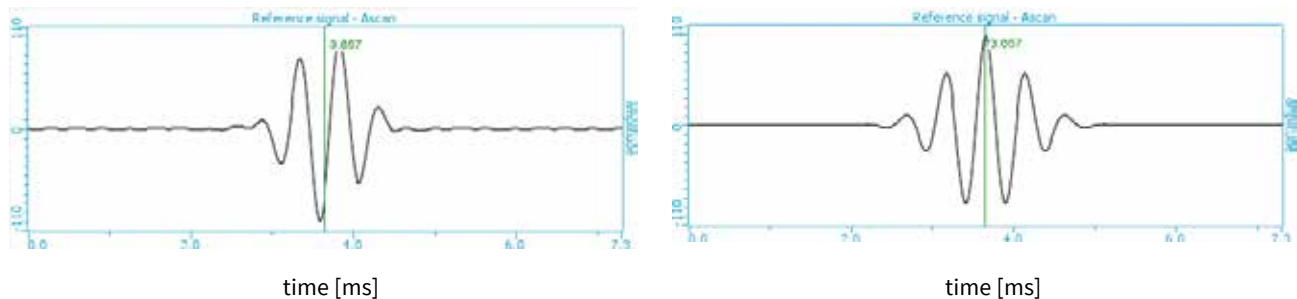

Abb. 7. a) Simulierter Sendeimpuls aus [1] (links), b) Simulierter Sendeimpuls aus [12,17] (rechts)
Preißel [1] verwendete für seine Simulationen den im Datenblatt eines 2-MHz Prüfkopfs der Firma Krautkrämer [18] angegebenen Sendeimpuls, wie in Abbildung 7 a) dargestellt. Beim Versuch Echosignale mit (1) in äquivalente Kreisscheibenreflektoren umzurechnen, ergab sich eine systematische Unterbewertung. Daher wurde in dieser Veröffentlichung und in [12,17] ein synthetischer, realistischer Ultraschallimpuls mit einhüllender Gaußkurve und 70 % Bandbreite bei -12 dB verwendet, der in Abbildung 7b zu sehen ist [12]. Dieser erlaubt eine präzise Umrechnung der simulierten Signalamplituden in äquivalente Kreisscheibenreflektoren nach (1). Die Abweichung der umgerechneten Kreisscheibenreflektoren und der POD-Ergebnisse der ungewichteten Daten in Abbildung 6 aus [1] und [12,17] zeigen, dass das Prüfsystem empfindlich auf Parametervariationen der Prüfkopfeigenschaften reagiert. Daraus folgt, dass zur Bestimmung einer zuverlässigen gesamtheitlichen POD die Bandbreite an verschiedenen Prüfköpfen und deren Eigenschaften berücksichtigt werden muss.